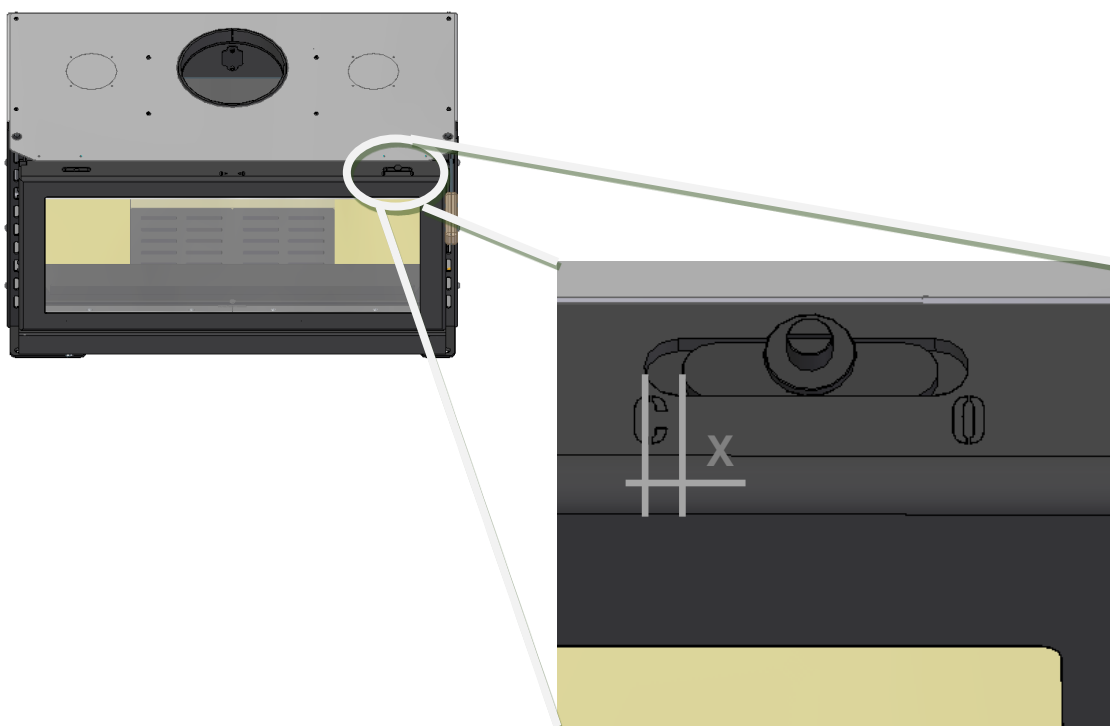

Figura 32 – Regulação ar secundário na porta
7. Para obter uma boa relação de rendimento do equipamento versus consumo de lenha, é necessário que o regulador da porta esteja na posição indicada na tabela seguinte, ver Figura 32.